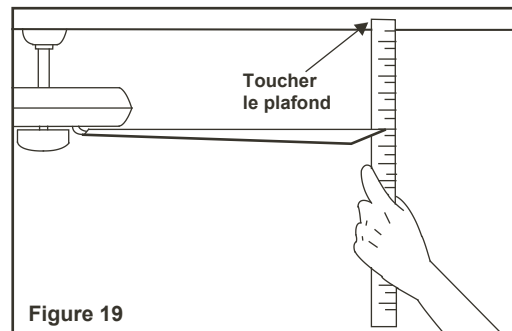

Figure 19
2. La plupart des problèmes d'oscillation des ventilateurs surviennent lorsque les pales ne sont pas toutes au même niveau. Vérifiez le niveau en choisissant un point au plafond qui soit aligné avec la pointe de l'une des pales. Mesurez la distance, comme illustré à la Fig. 19. Faites tourner le ventilateur jusqu'à ce que la prochaine pale soit placée correctement pour prendre la mesure. Répétez cette opération pour chacune des pales. Tout écart de distance doit demeurer à l'intérieur de 1/8 po.